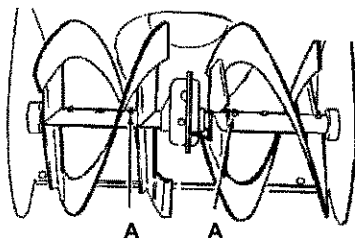

Figura 83
1. Lubrique los **accesorios Zerk (A)** cada diez horas con una pistola engrasadora.
2. Cada vez que cambie un perno de seguridad, engrase también el eje de la barrena. Vea la Figura 83. Consulte "Cómo reemplazar los pernos de seguridad de la barrena" en la sección de Servicio y Ajustes.